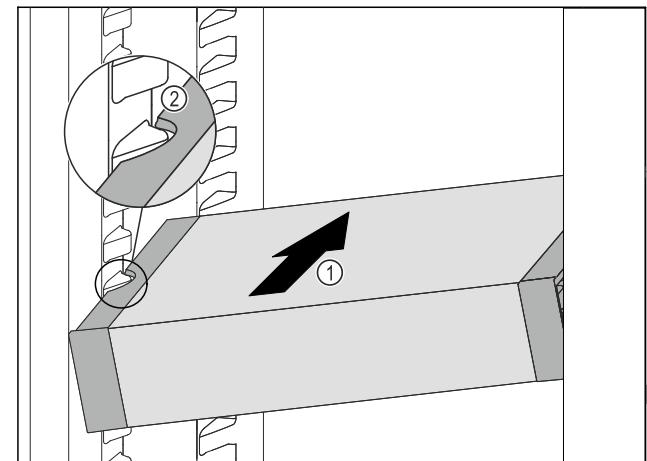

Fig. 100
- VarioSafe schräg in das Kühlteil einschieben Fig. 100 (1), bis sich die seitlichen Aussparungen Fig. 100 (2) des VarioSafes auf Höhe der Behälterrippe im Kühlteil befinden.